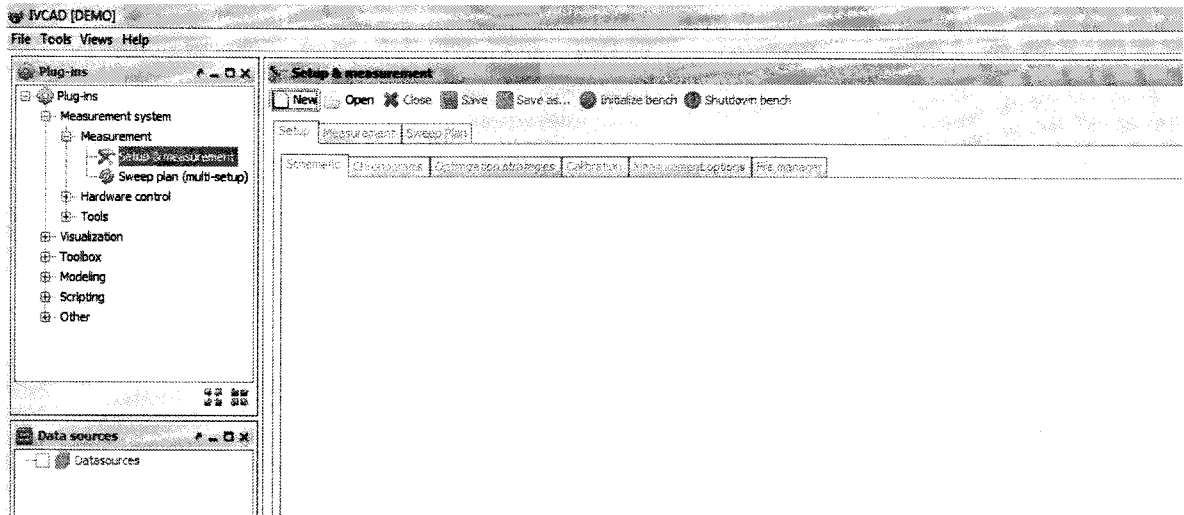
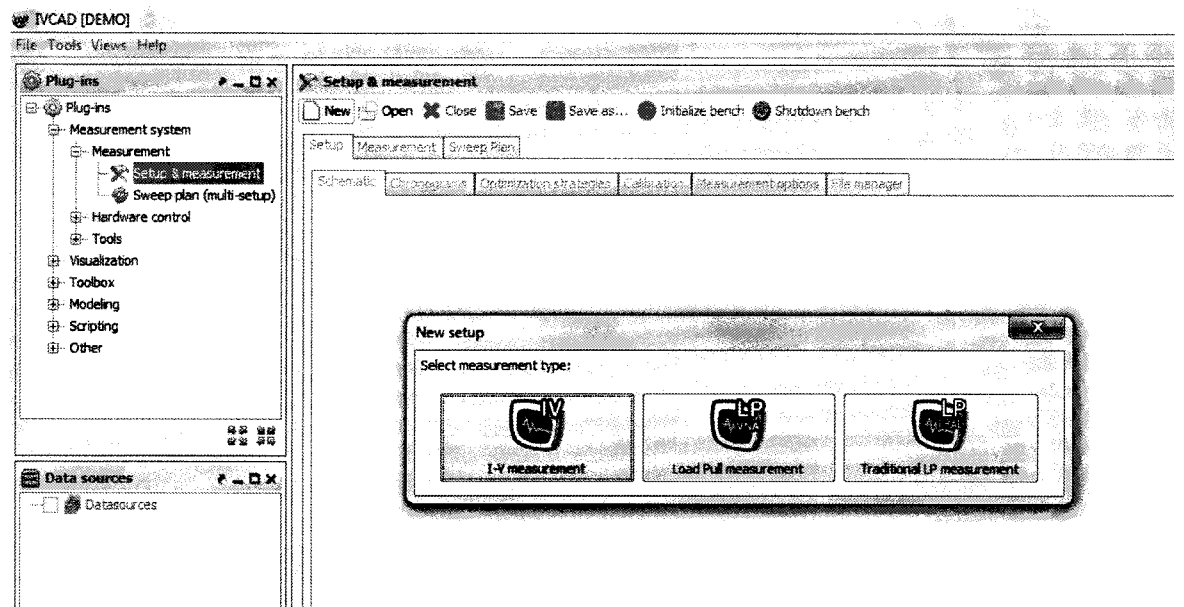

Рисунок 7.2.2 – Главное окно, вкладка Setup & measurement
Рисунок 7.2.3 – Главное окно, вкладка Setup & measurement, New setup
7.2.3 Открыть в главном окне программы вкладку Measurement system – Measurement – Setup & measurement, в появившемся окне Setup & measurement нажать клавишу New (рисунок 7.2.2), появится окно New setup (рисунок 7.2.3), в котором нужно выбрать I-V Measurement, в результате чего окно конфигурации примет вид блок-схемы измерений, показанный на рисунке 7.2.4.
Вернуться в главное окно IVCAD, Setup & measurement (рисунок 7.2.2).